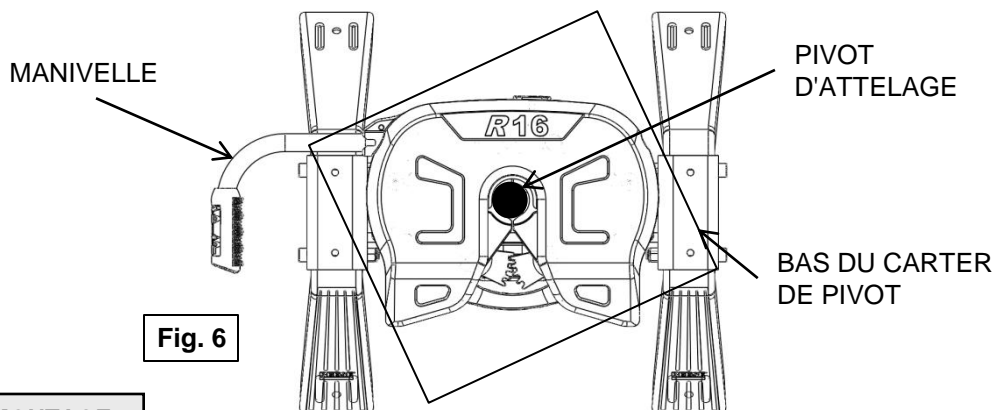

Fig. 6
**NE PAS utiliser cet attelage pour remorquer une caravane dont le carter de pivot peut toucher ou gêner le verrou de la manivelle d'attelage lors d'un virage ! (Voir la Fig. 6) La caravane risque de se détacher si le carter de pivot touche à la manivelle de l'attelage ou à son verrou lors d'un virage.**